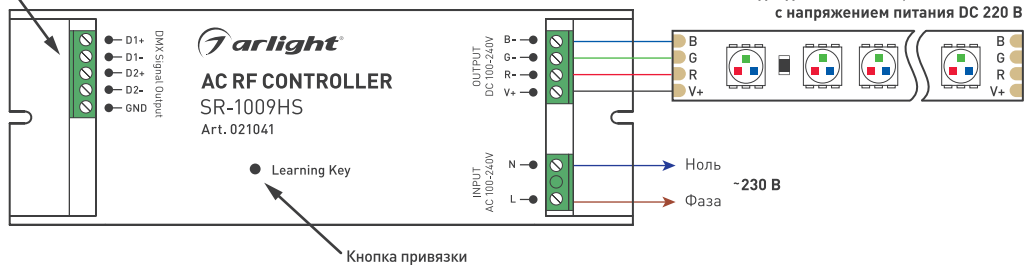

Рисунок 1. Схема подключения RGB «гибкого неона» или светодиодной ленты.
- 3.3. Подключите RGB «гибкий неон» или светодиодную ленту с напряжением питания 220 В к выходу DC OUTPUT контроллера (Рис. 1).